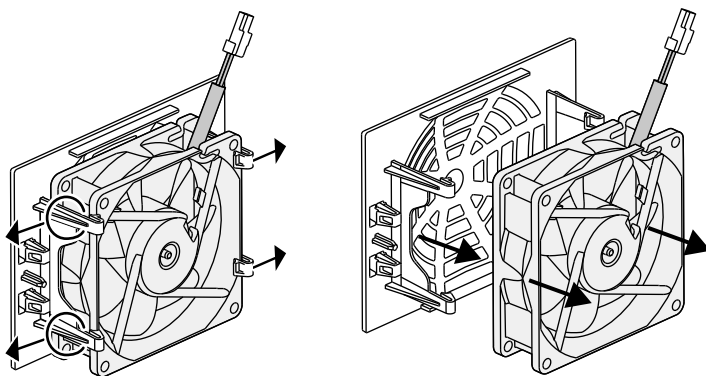

Abb. 66: Demontage Lüftergitter
- dass der Lüfter richtig in den Lüfterrahmen eingebaut wurde (Luftstromrichtung).  **Abb. 66**